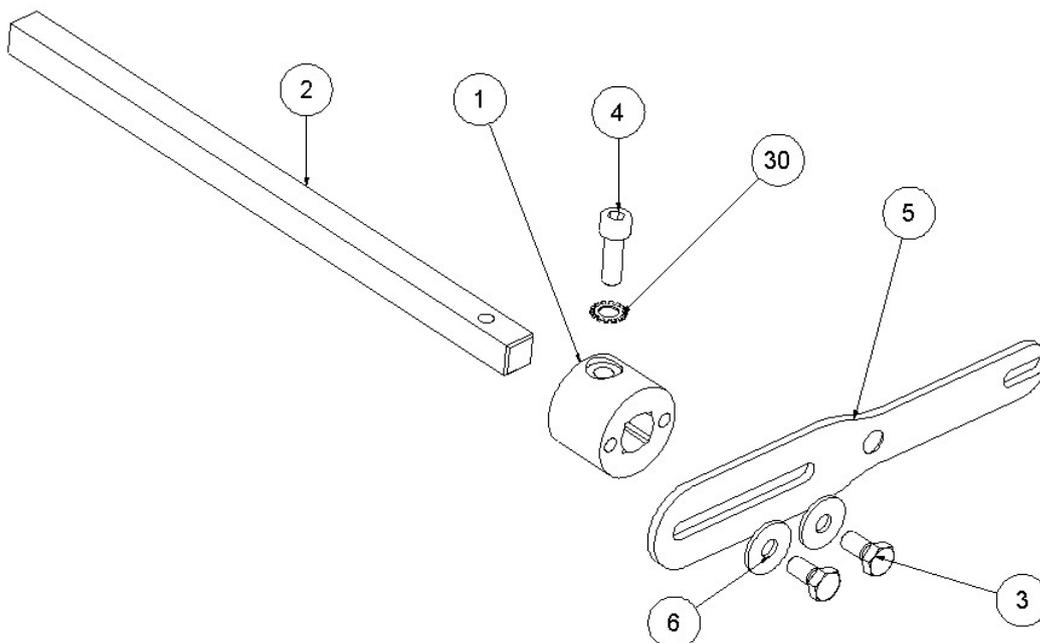

Figure. 2
2. **ASSEMBLAGE DES BRAS ET DES TIREURS:** Assemblez chacun des deux axes bras (2) à un support (1) au moyen de un vis DIN 912 M8 x 25 (4) et un rondelle éventail DIN 6798 M8 (30), puis assemblez à leur tour les goujons à un tireur (5), en utilisant deux vis M8 x 16 DIN 933 8.8 (3) et deux rondelles DIN 9021 M8 (6). Les noyages des trous du tireur doivent rester orientés vers l'intérieur, – Fig. 2 –.